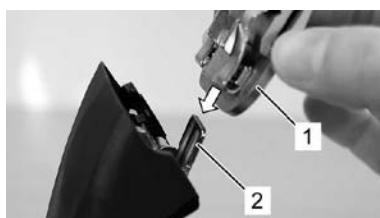

Fig. 15
6. Monter det foretrukne skærehovedet på bladhængslet og vip det på plads på den tændte klipper med et let tryk (Fig. 15, 16, 17).